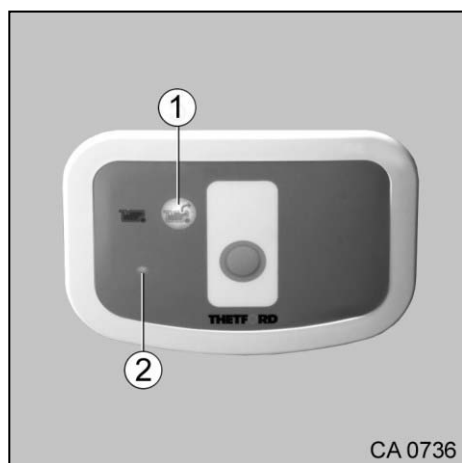

Fig. 162 Panneau Toilettes, système de transvasement par pompe des résidus
2. Appuyer sur la touche « Système de transvasement par pompe des résidus » (Fig. 162/1) et l'écran (Fig. 162/2) s'allume en rouge. La touche (Fig. 162/1) clignote pendant le processus de transvasement.
Lorsque le réservoir des eaux noires est plein, la touche « Système de transvasement par pompe des résidus » (Fig. 162/1) clignote rapidement. Dans ce cas il faut d'abord vidanger le réservoir des eaux noires.